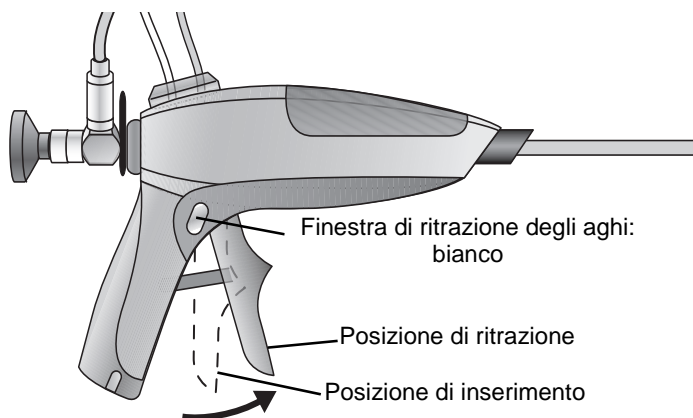
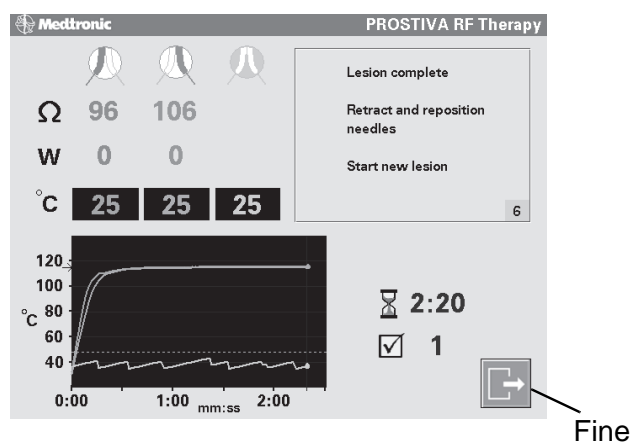

Figura 4-13. Ritrazione completa del meccanismo di innescio
Figura 4-14. Verifica del messaggio "Lesion Complete" (trattamento della lesione completato) nella schermata della terapia
13. Al termine del trattamento della lesione, verificare che nel riquadro dei messaggi della schermata principale sia visualizzato il messaggio "Lesion Complete" (trattamento della lesione completato - Figura 4-14) e ritrarre completamente il meccanismo di innesco del manipolo (Figura 4-13).
16. Premere il pulsante con il simbolo di "Fine" (Figura 4-14) per accedere alla schermata "New Patient" (nuovo paziente) illustrata nella Figura 4-15.